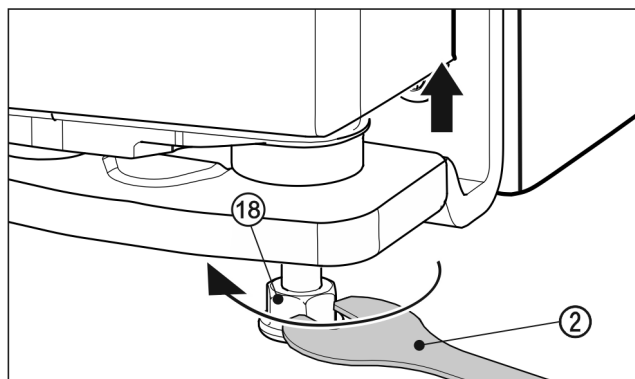

Fig. 26
- ▶ Per sollevare la porta svitare il piedino di regolazione Fig. 26 (18) con la chiave fissa in dotazione Fig. 26 (2) ruotando verso destra fino al contatto con il pavimento. In seguito continuare a ruotare fino a quando la porta è regolata in altezza. Allo stato della consegna il perno di supporto è completamente avvitato.